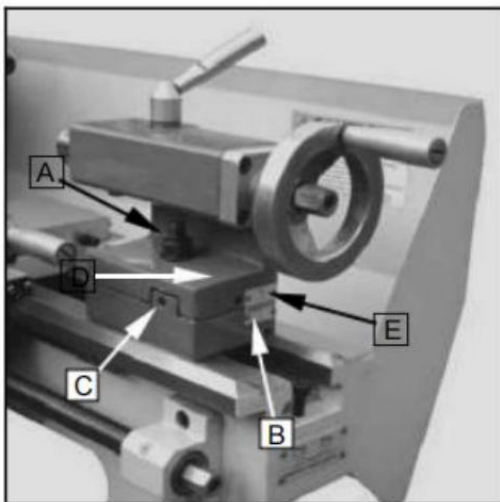

Fig. 24
Draai de stelschroef (B) los, Afb. 24) rechts einde van de staartstok.
het vastdraaien van de achterste afstelschroef (D, Fig.24) tot de gewenst taps toelopend heeft bereikt. De gewenste kruisverstelling kan op de schaal worden afgelezen. (E, Figuur 24). Draai eerst de stelschroef (B,
Afbeelding 24) En Dan de twee (voorkant En (achter) afstelschroef om de staartkogel te vergrendelen in positie . Draai de Borgschroef (A, Fig.24) van de staart. Het werkstuk moet zijn hoofd tussen de centra en gedreven door een gezicht plaat en bestuurder hond.
Na het taps toelopen moet de staartkop teruggebracht worden naar de oorspronkelijke staat positie volgens de nulpositie op de schaal van de staartvoorraad. (E, Afbeelding 24)